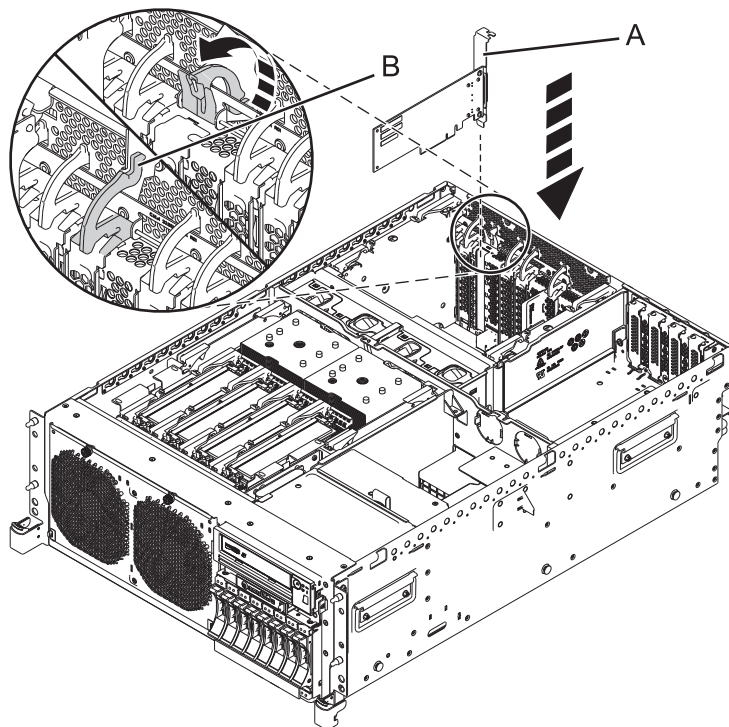
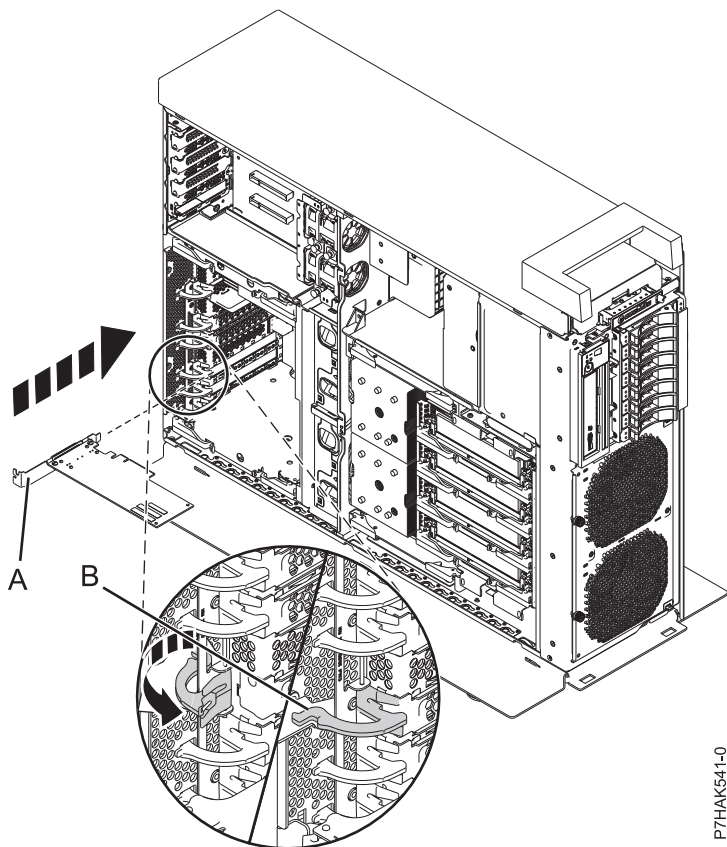

図 2. ラック・マウント・システム装置での PCI アダプターの取り付け
図3. スタンドアロン・システム装置での PCI アダプターの取り付け
15. アダプターの先端またはテール・ストック (A) を注意深く持ち、アダプターをシステム・バックプレーンにある拡張スロットとそのコネクタに位置合わせします (図 2を参照)。
17. 図 2 および 6 ページの図 3 に示すように、アダプター・ラッチ (B) を引っ張って、元の位置に戻します。